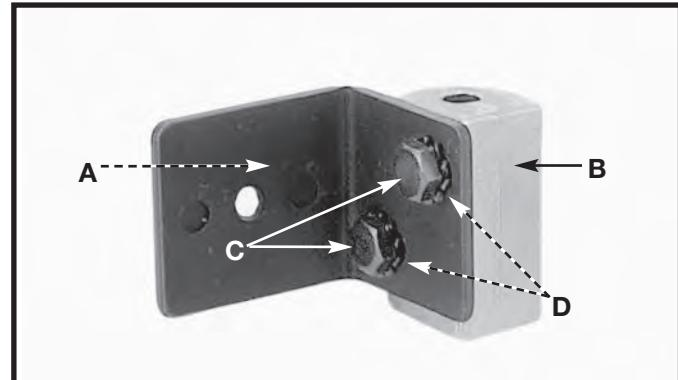

Fig. 9
2. Ajuste a braçadeira de suporte do separador (A) Fig. 9 ao suporte do separador (B) usando dois parafusos de cabeça sextavadas 1/4-20x1/2" (C) e duas arruelas de pressão de dentes externos de 1/4"(D).